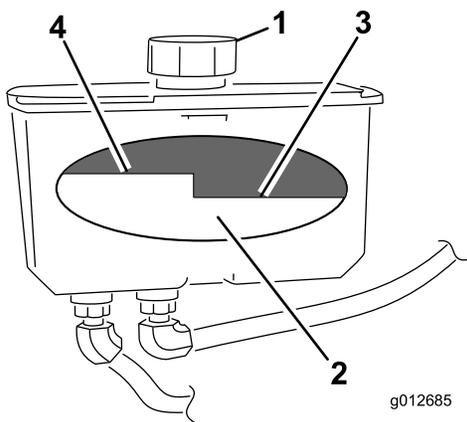

図 72
4. 油圧オイル・タンクの注油口と首の周辺をきれいに拭く（図 72）。
- 給油口からキャップを取る。タンクの中をのぞいてオイルの量を確認する (図 72)。
**注** オイルが暖かいときには、バッフルの一番上のレベルまでオイルがあることが必要です (図 72)。